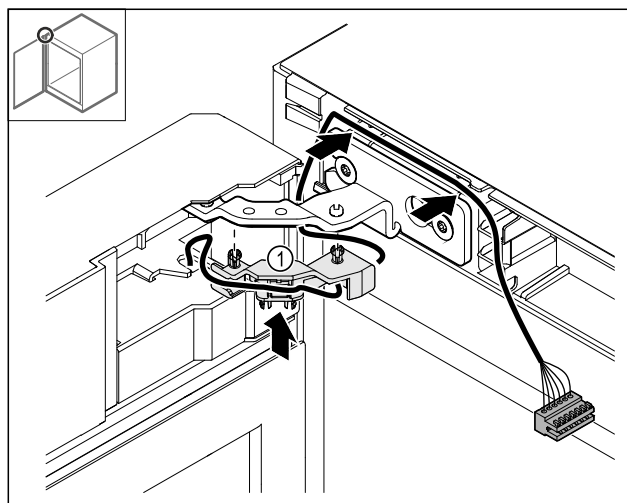

Fig. 48
- Iespiediet kabeļa stiprinājumu Fig. 48 (1) eņģē.